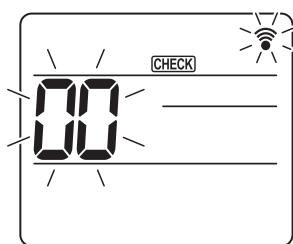
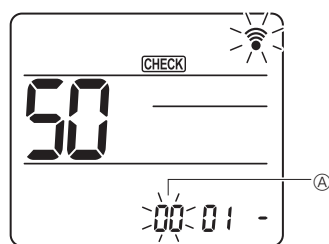
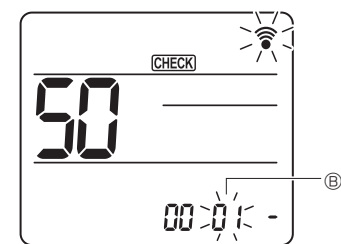
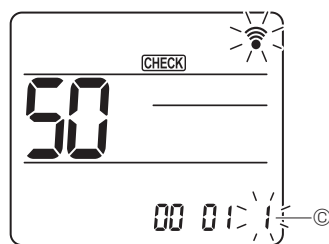

Fig. 7-16
Fig. 7-17
Fig. 7-18
Fig. 7-19
7.4.2. За допомогою безпроводного пульта дистанційного керування (Fig. 7-16, Fig. 7-17, Fig. 7-18, Fig. 7-19)
① Перехід у режим вибору функції
- Натисніть кнопку [MENU] та утримуйте її 5 секунд. (Почніть цю дію з вимкненого стану дисплея пульта дистанційного керування.) Загориться [CHECK] (ПЕРЕВІРКА) і почне блимати «00». (Fig. 7-16)
② Встановлення номера
- Натисніть кнопку [DOWN] для встановлення номера блока ①. (Fig. 7-17)
③ Вибір режиму
- Натисніть кнопку [DOWN] для вибору номера режиму ②. (Fig. 7-18)
④ Вибір номера параметра
- За допомогою кнопки [UP] змініть номер налаштування ③. (Fig. 7-19)
⑤ Для безперервного вибору декількох функцій
- Повторіть вибір ③ і ④ для безперервної зміни налаштувань кількох функцій.
⑥ Завершення вибору функцій